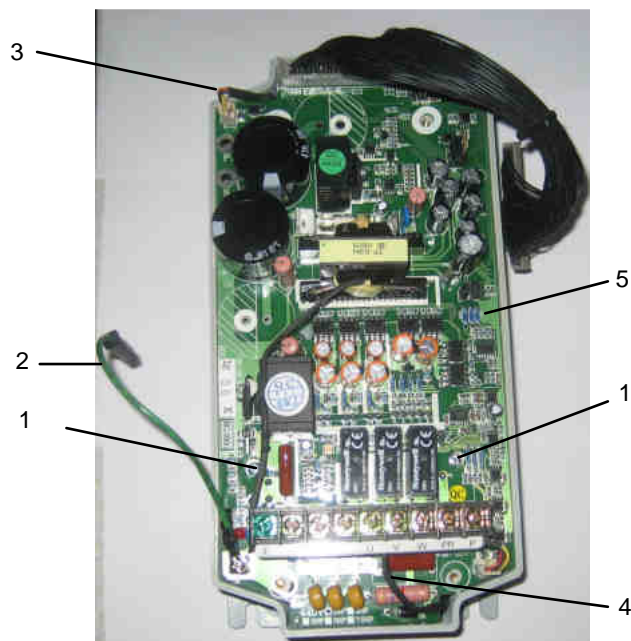

Рис. 6.8
6.4.3. Разрезать стяжку 1 (рис. 6.10), отсоединить от платы драйверов разъемы кабелей вентиляторов (рис. 6.8, 6.10).
6.5.1. Выкрутить два винта 1 крепления матрицы IGBT (рис. 6.8), демонтировать силовую часть (плату драйверов вместе с матрицей IGBT).